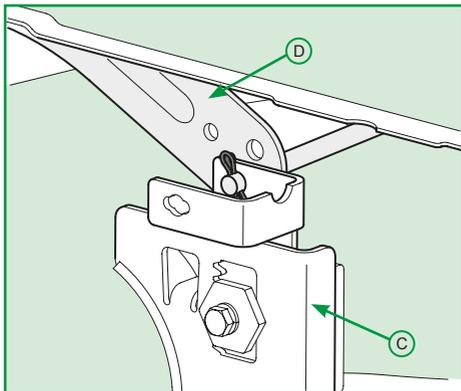

Figura 22
5. Posicione o suporte (C) da plataforma de corte no suporte (D) de elevação do trator, conforme Figura 22 e posteriormente, deslize o pino transpassando os dois suportes prendendo-os com uma presilha;